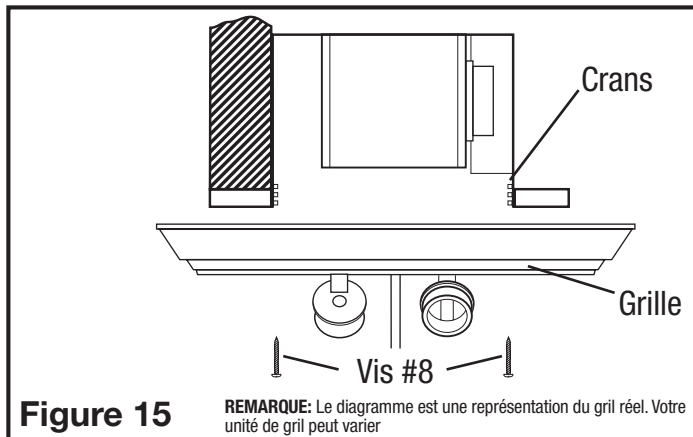

Figure 15
5. Aligner les fentes dans la grille avec les crans à l'intérieur du châssis. Insérer les vis # 8 incluses au travers des fentes de la grille dans les crans du châssis. Serrer les deux vis jusqu'à ce que la grille s'ajuste fermement au plafond. NE PAS SERRER A OUIRANCE (Figure 15).